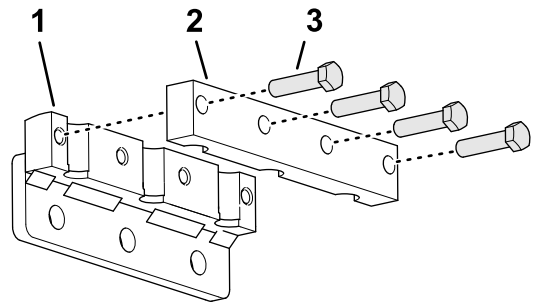

Figura 40
1. Asamblează, fără a strânge, o clemă pentru dinți la suportul pentru dinți (Figura 40) cu 4 uruburi (3/8 x 1 1/2"). Nu strângeți uruburile.